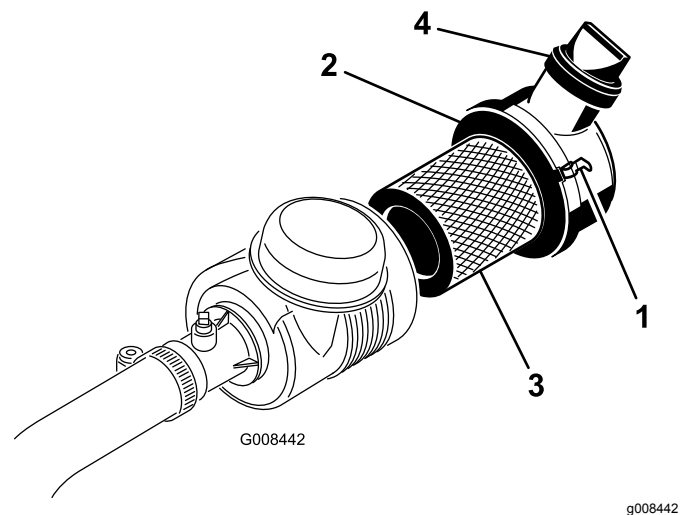

Bild 38
1. Lösen Sie die Riegel, mit denen die Abdeckung des Luftfilters am Luftfiltergehäuse befestigt ist (**Bild 38**).
7. Montieren Sie die Abdeckung und befestigen Sie sie mit den Laschen (Bild 38).